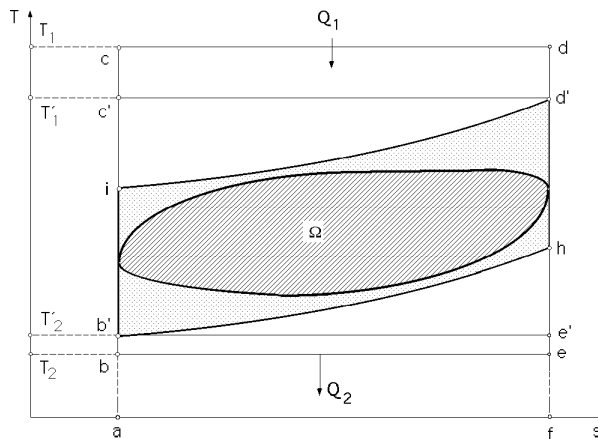

Fig VIII.1.- Pérdidas internas y externas, ciclo teórico y ciclo indicado
d) Si se puede obtener el diagrama indicado, aparecen nuevas pérdidas, que llamaremos “pérdidas debidas al ciclo real”, como se muestra en la Fig VIII.1.